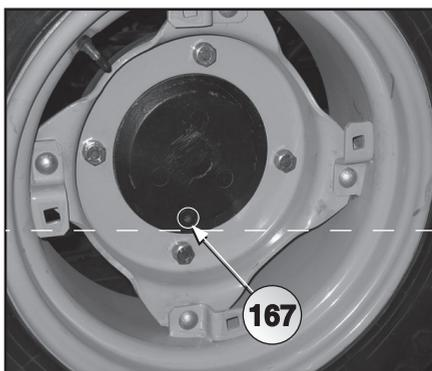
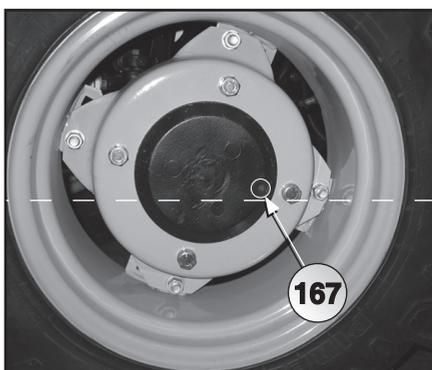

Fig. 6.31
Fig. 6.32
- placer le tracteur de manière à ce que le bouchon (167 Fig.6.31) se retrouve dans la partie la plus basse du tracteur;
- enlever le bouchon (167) et laisser couler toute l'huile présente dans le réducteur;
- placer le tracteur de manière à ce que le bouchon (167 Fig.6.32) se retrouve sur la ligne de l'axe horizontal du tracteur;
- remplir le carter avec de l'huile **BCS POWERLUBE W13T** (0,8 lt tracteur version RS-MT) jusqu'au bord du bouchon (167);
- remettre enfin le bouchon (167).